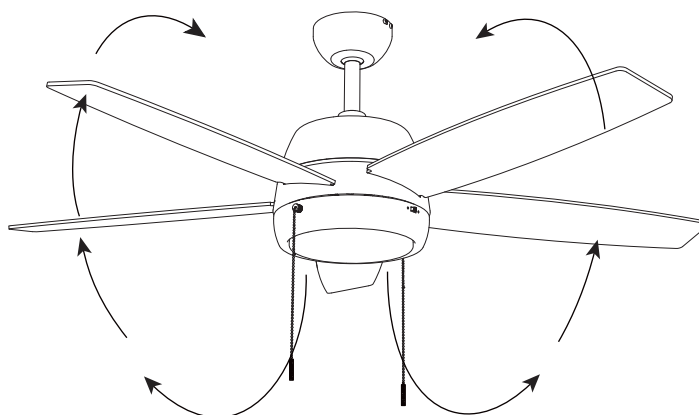

Figura 16
***Clima cálido - (Hacia adelante)** Un flujo de aire hacia abajo crea un efecto de enfriamiento como se muestra en la Figura 16. Esto le permite ajustar su acondicionador de aire a un ajuste más alto sin afectar su comodidad.